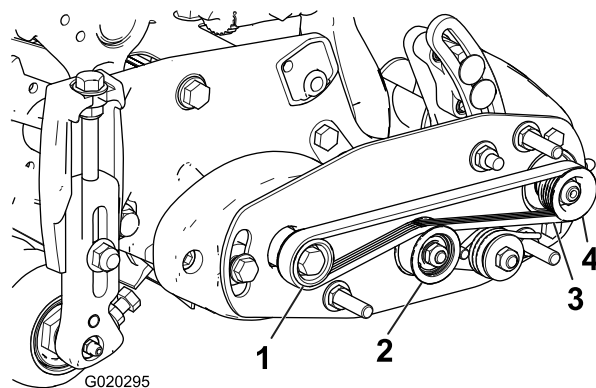

Figura 13
2. Empiece a colocar la correa en la polea arrastrada (Figura 13).
1. Coloque la correa alrededor de la polea motriz y luego por encima de la polea tensora (Figura 13).